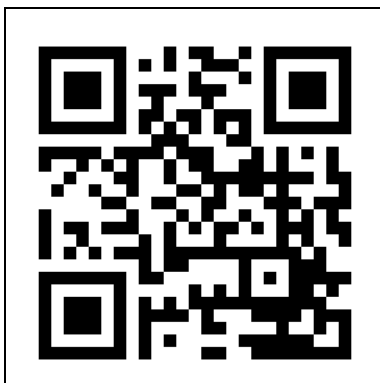

Figura 19
1. Deschideți manualul aplicației Eurom Smart cu codul QR (Figura 19) sau accesați [www.eurom.nl/nl/manuals](http://www.eurom.nl/nl/manuals).